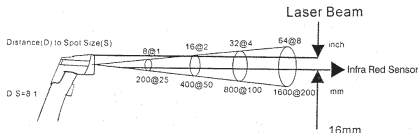

Figure 1 (310016)
Au fur et à mesure que la distance (D) entre l'appareil et l'objet augmente, la dimension du faisceau (S) augmente également (voir figure 1 et 2).